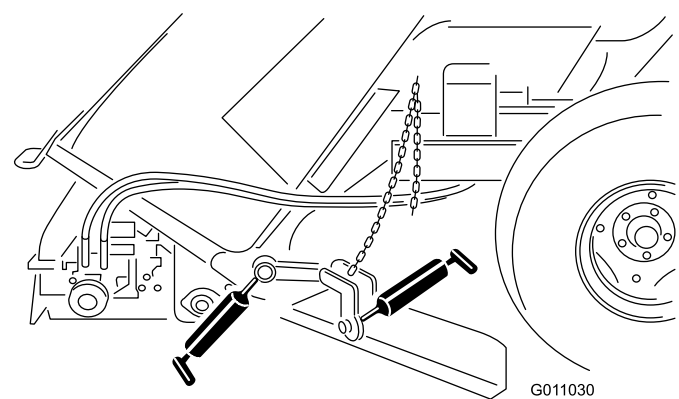

図 34
- ・ 畝寄せブレードのマウント（図 34）
- ・ 畝寄せブレードのハブ（図 34）